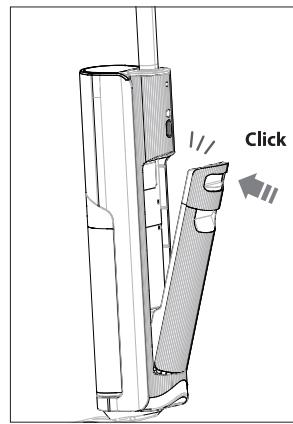

Fig. 7 – Colocación del depósito de agua
- ▶ Inserte el depósito de agua limpia en la ranura de la parte trasera del aparato ligeramente inclinado y presione el depósito de agua limpia hasta que encaje de forma audible y quede firmemente asentado (**véase Fig. 7**).